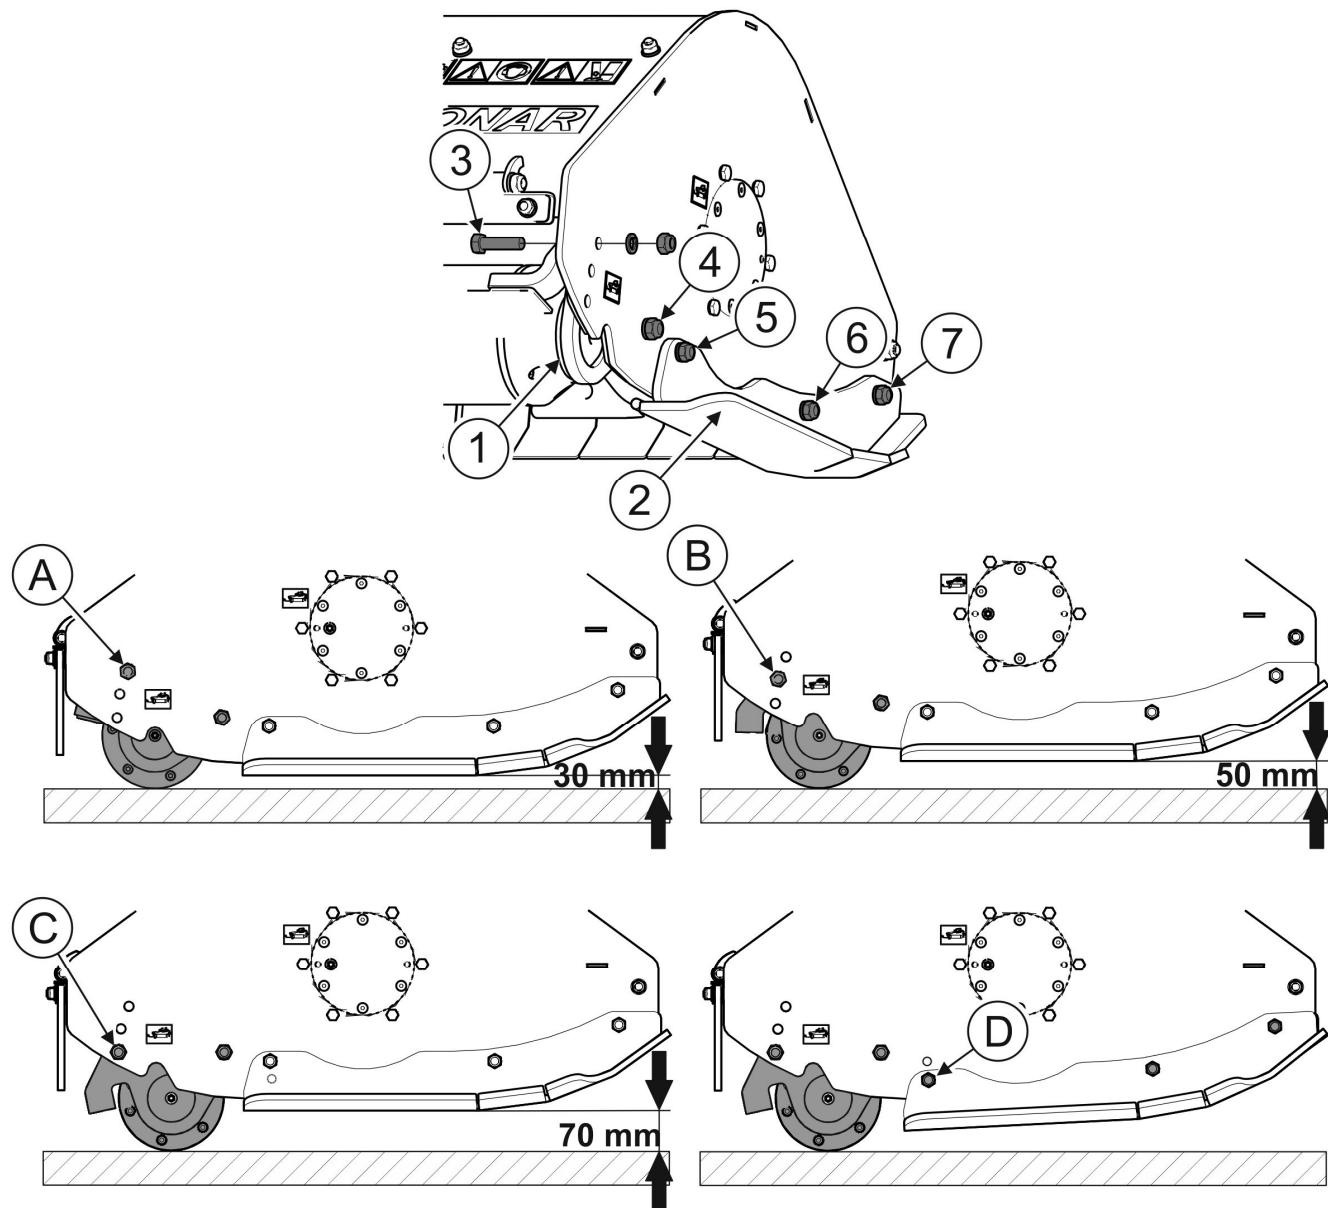

РИСУНОК 4.5 Регулировка высоты кошения головки для кошения.
- режущий аппарат головки для кошения должен свободно опираться на поверхность копирующим валом. Скользуны не должны касаться поверхности основания, а режущий аппарат в целом должен располагаться параллельно основанию (РИСУНОК 4.5).
достигается путем изменения положения копирующего вала (1) по отношению к корпусу косилки. С этой целью необходимо (РИСУНОК 4.5):
- ослабить гайки (4) на болтах с двух сторон копирующего вала (1), на которых будем вращать копирующий вал;
- отвинтить гайки (8) и вынуть установочные болты (3) с обеих сторон копирующего вала;
- вставить установочные болты (3) в соответствующие отверстия и завинтить гайки;
- затянуть гайки (4) болта, на котором вращался вал, с обеих сторон вала.
- ослабить гайки (6) и (7) на болтах крепления скользуна;
- отвинтить гайку и вынуть установочный болт (5) скользуна;
- повернуть скользун таким образом, чтобы отверстие в скользуне совпало с нижним отверстием сбоку корпуса головки для кошения (D) (РИСУНОК 4.5);
- вставить установочный болт (5) в совпавшие отверстия и завинтить гайку;
- затянуть гайки (6) и (7) на болтах крепления скользуна;